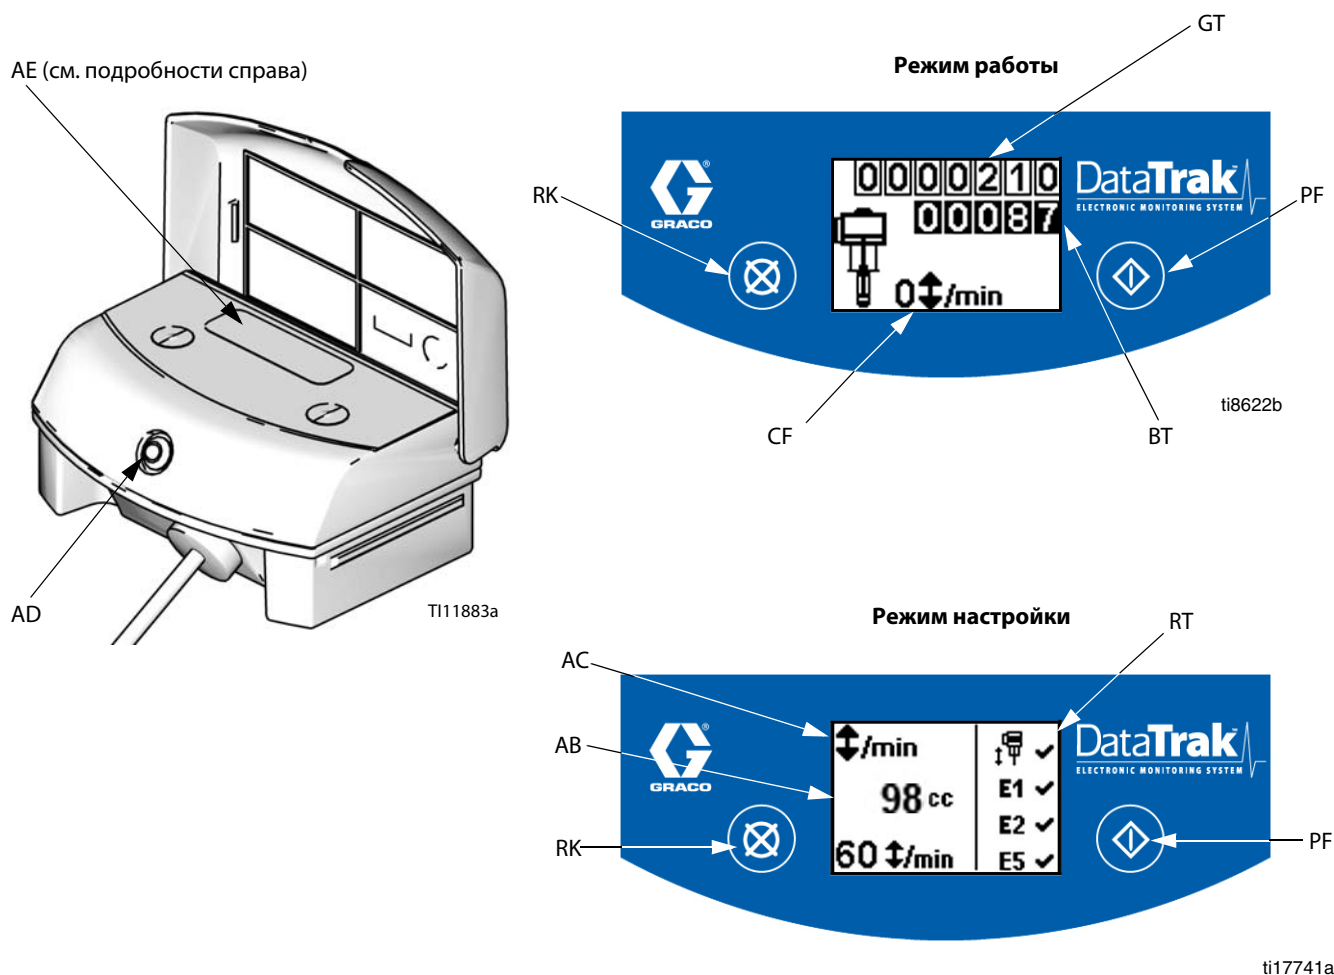

Рис. 4. Элементы управления и индикаторы модуля DataTrak
Условные обозначения для Рис. 4
- См. РИС. 4, стр. 33. Нажмите и удерживайте кнопку  в течение 5 секунд, пока не появится меню настройки.
- См. РИС. 4, стр. 33. Для перехода в режим заправки/промывки нажмите любую кнопку, чтобы включился дисплей, а затем нажмите . На дисплее отобразится символ заправки/промывки и светодиод начнет мигать .
- В режиме заправки/промывки счетчик партий (BT) не действует; Общий счетчик объема подачи (GT) продолжает действовать.
См. РИС. 4, стр. 33. Последняя цифра на счетчике партий (BT) означает десятые доли галлона или литра. Чтобы обнулить счетчик, нажмите любую кнопку для включения дисплея, а затем нажмите и удерживайте  в течение 3 секунд.
См. РИС. 4, стр. 33. Дисплей (АЕ) отключается через 1 минуту неактивности в режиме работы или через 3 минуты в режиме настройки. Для включения дисплея нажмите любую кнопку.
Модуль DataTrak может обеспечивать диагностику некоторых неисправностей насоса. При обнаружении неисправности начинает мигать светодиод (AD, РИС. 4) и на дисплее появляется соответствующий диагностический код.